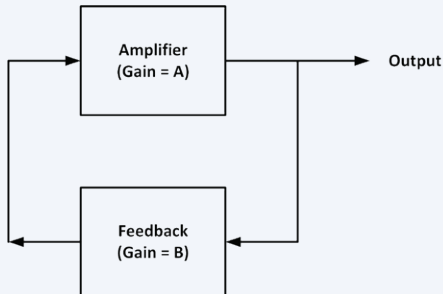

Figure 1. Principe de l'oscillateur.
Un oscillateur sinusoïdal est constitué d'un amplificateur et d'un réseau de rétroaction (**figure 1**). Les deux conditions suivantes doivent être remplies pour que l'oscillateur fonctionne :
- le gain de la boucle ($A \times B$) de la **figure 1** doit être supérieur ou égal à 1 ;